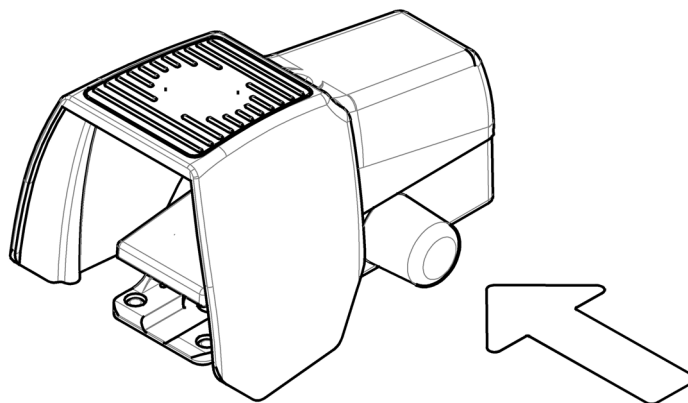

Fig. 4: Attivazione dell'interruttore a pedana
- Se l'arresto di emergenza è stato attivato tramite l'interruttore a pedale: rilasciare l'interruttore a pedale spingendo a fondo il coperchio blu in silicone sul lato dell'interruttore a pedale (vedere fig. 4).